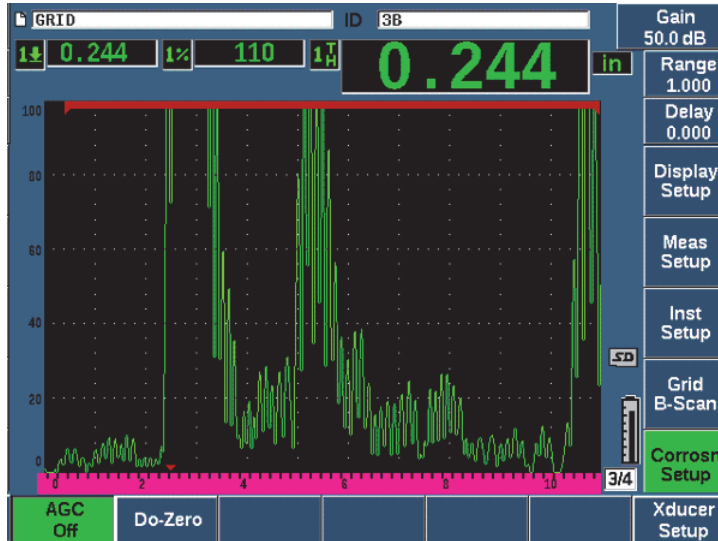

Figura 11-40 AGC del módulo de corrosión inactiva
2. Use la rueda de ajuste o las teclas de dirección para determinar la **AGC** a **Off** (vea la Figura 11-40 en la página 325).
3. Pulse el botón dB y una tecla de parámetro (de P1 a P7) para determinar un rango de ganancia; después, use la rueda de ajuste, o las teclas de dirección, para ajustar el valor de la ganancia (vea la Figura 11-40 en la página 325).